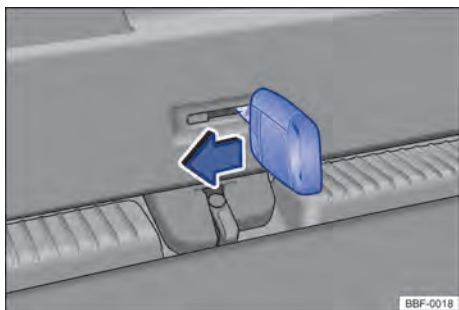

Fig. 62 En el maletero: desbloquear la tapa trasera.
- Introducir la paleta de la llave en la apertura del portón trasero → fig. 62 y mover la palanca de desbloqueo en la dirección de la flecha. ◀